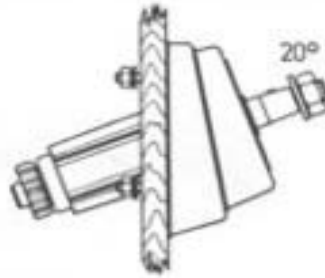

Fig. 2
20° montering (fig. 2)
20° Mounting (fig. 2)
Tag bort de två skruvarna (19) på styrdosan enl. fig 2. Se till att de två skruvarna (22) är lossade. Tag sedan styrkabeln och för in den i ingångshålet i styrdosan enl. fig. 5. Var noga med att känna efter om kabeln kuggat in rätt i kabelhulet. Läs anmärkning under fig 2. Använd nu ratten och mata